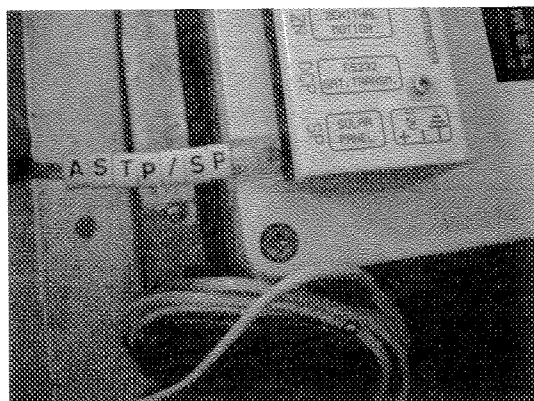

图 4-16 太阳能电池板的水晶头“SP”端接到控制箱的“SP”端
- (7)将太阳能电池板的水晶头“SP”端接到控制箱的“SP”端,需要时可接外接电源变压器(图 4-16)。